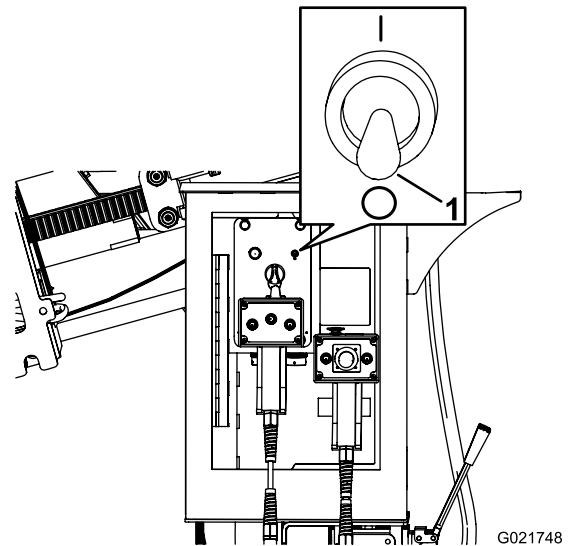

Figure 117
2. Vérifiez que la commande du tuyau d'arrosage auxiliaire est en position ARRÊT (O) (Figure 117).